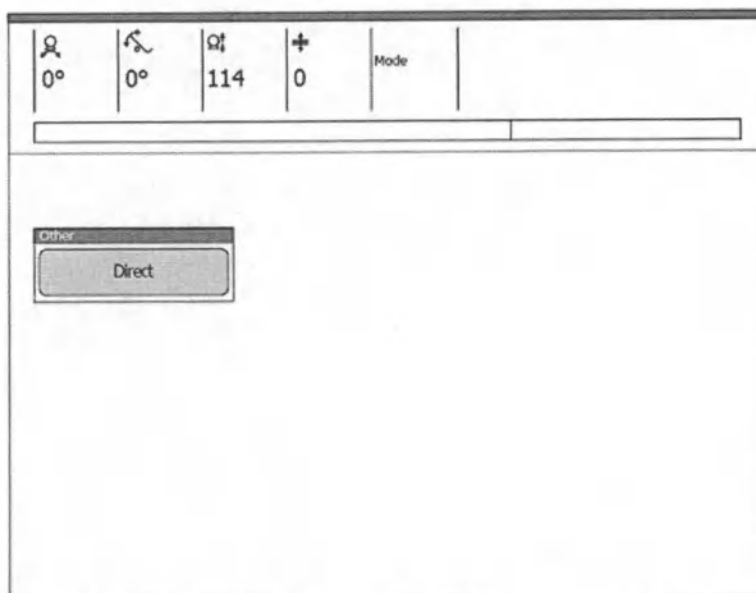

Рисунок 2.2 – Дисплей сенсорного экрана в прямом режиме
- б) прямой – работа с рентгеновскими кассетами (Рисунок 2.2);